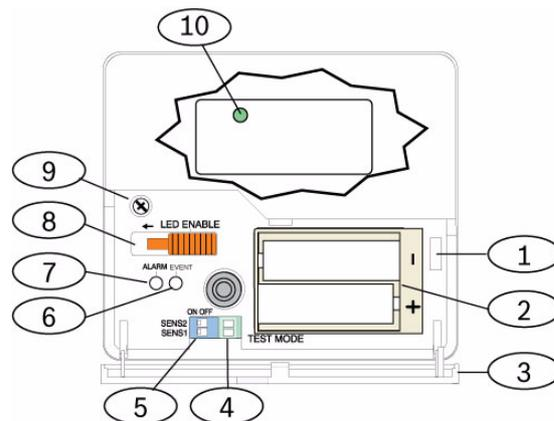
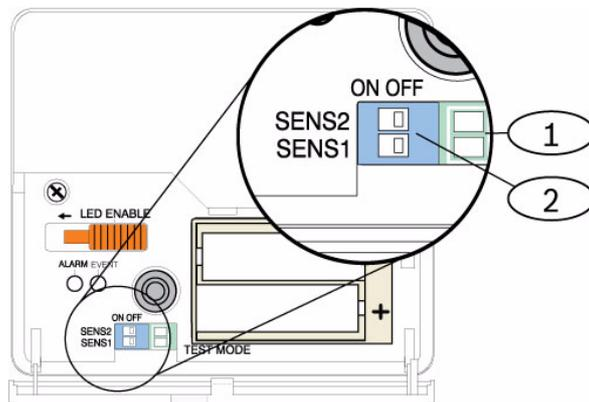

Figura 10.9 Diagrama de la parte frontal del detector de rotura del cristal wLSN
Figura 10.10 Interruptores de sensibilidad de rotura de cristal wLSN
1. Si el alojamiento delantero está acoplado, abra cuidadosamente la puerta de servicio (Elemento 3, *Figura 10.9 de Página 114*).
2. Active los LED para fines de prueba deslizando el interruptor ACTIVAR LED (Elemento 8, *Figura 10.9 de Página 114*) hacia donde apunta la flecha (por encima del interruptor). Una bandera naranja sobresaldrá de la parte lateral del detector. Consulte *Figura 10.10 de Página 115*.
- Observe el LED de eventos verde (Elemento 6, *Figura 10.9* de *Página 114*) durante aproximadamente 1 minuto. Si el LED verde parpadea, reubique la unidad o reduzca el nivel de sensibilidad ajustando el interruptor de sensibilidad.
- Después de ajustar la sensibilidad, deslice el interruptor de activación del LED (Elemento 8, *Figura 10.9* de *Página 114*) en posición de desactivado.
Ajuste el detector en el modo de prueba. En modo de prueba, se anula el interruptor de desactivación del LED del detector (Elemento 8, *Figura 10.9 de Página 114*). Se podrá acceder al modo de prueba de forma local o remota.
2. Introduzca un destornillador dentro de la ranura al lado de los interruptores de sensibilidad donde se alojan los adaptadores de prueba (Elemento 1, *Figura 10.9 de Página 114*).
El LED de eventos (verde) (Elemento 6, *Figura 10.9 de Página 114*) parpadeará una vez por segundo. Si el LED verde no parpadea, repita los pasos 10 y 11.
2. Mueva los interruptores que se encuentran en la parte superior del probador 13-332 hacia la posición de ACTIVAR y a los modos MAN (Elementos 1 y 3, *Figura 10.9 de Página 114*).
3. Oriente la parte delantera del probador hacia el detector y pulse el botón de inicio rojo que se encuentra en la parte superior (Elemento 2, *Figura 10.9 de Página 114*).
1. Ajuste los interruptores del probador 13-332 a las posiciones de PRUEBA y FLEX (Elementos 1 y 3, *Figura 10.9 de Página 114*).
2. Pulse el botón de inicio rojo (Elemento 2, *Figura 10.9 de Página 114*). El probador se activa e inicia un período de armado de ocho segundos de duración.
2. Introduzca un destornillador dentro de la ranura que se encuentra al lado de los interruptores de sensibilidad donde se alojan los adaptadores de prueba (Elemento 1, *Figura 10.9 de Página 114*).
Cuando el detector salga del modo de prueba, el LED de eventos verde (Elemento 6, *Figura 10.9 de Página 114*) dejará de parpadear. Si el LED de eventos continúa parpadeando, repita los pasos 2 y 3.
3. Oriente la parte delantera del probador hacia el detector y pulse el botón de inicio rojo que se encuentra en la parte superior (Elemento 2, *Figura 10.9 de Página 114*). El probador emitirá un zumbido.